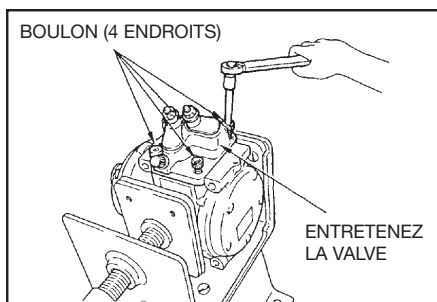

fig. 3
- Fixez le ou les robinets de service sur le compresseur avec les vis d'origine et serrez les vis à 24,5 N.m (250 kgf•cm, 18,1 lbf•ft). (Voir fig. 3)